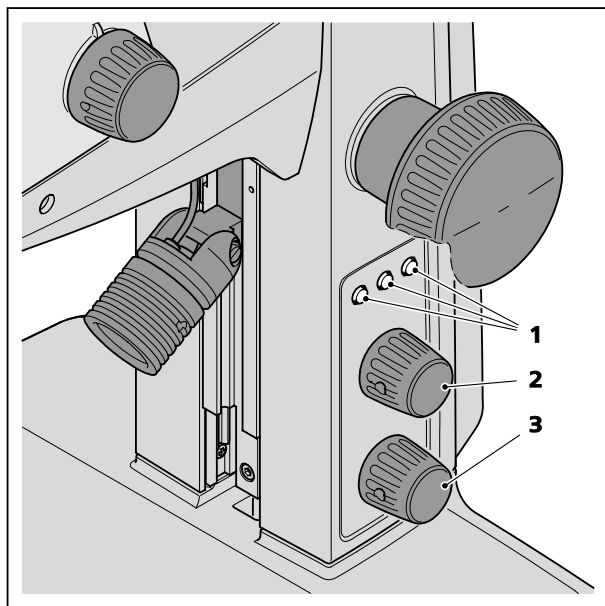

Figura 6 Utilizzo dei tasti di memorizzazione
Lo stativo M LED ha tre tasti di memorizzazione (Figura 6/1) per salvare tre condizioni di illuminazione e consentire la commutazione veloce tra le varie illuminazioni con luce diretta, trasmessa e mista.
- Attivare l'illuminazione desiderata (luce diretta e/o trasmessa) premendo il pulsante superiore (Figura 6/2) o inferiore (Figura 6/3).
- Impostare l'intensità luminosa desiderata della luce diretta/trasmessa ruotando il pulsante superiore (Figura 6/2) o inferiore (Figura 6/3).
- Tenere premuto per 3 secondi il tasto di memorizzazione desiderato (Figura 6/1). Tutti e 3 i tasti si illuminano alla fine del processo di memorizzazione.